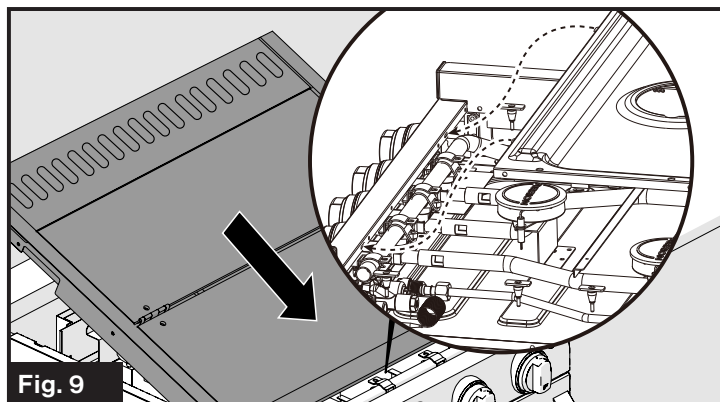

Fig. 9
1. Alignez les languettes d'assemblage du couvercle en verre supérieur x 2 avec les fentes situées à l'arrière de la console et placez-le dans le haut de la table de cuisson de la cuisinière. (Fig. 9)